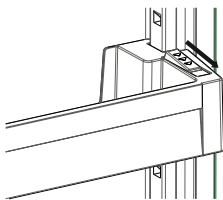

Fig.1
**Para alterar a disposição da **Adapti-Lift**:** segure na parte de baixo da prateleira e puxe os botões na lateral da prateleira de porta na direção da seta (Fig.1)